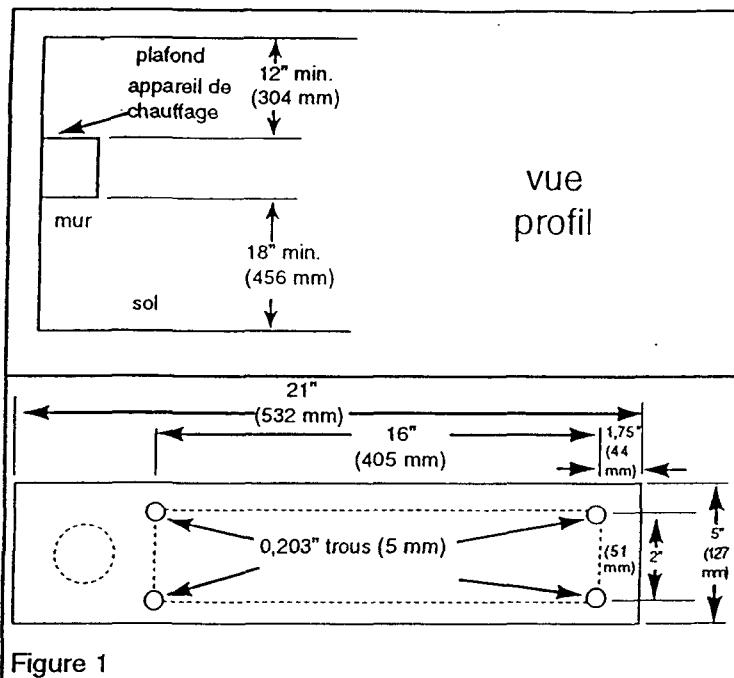

Figure 1
2. Positionnez le radiateur à l'endroit choisi en gardant un minimum d'espace libre (voir l'avertissement 3 et la figure 1)